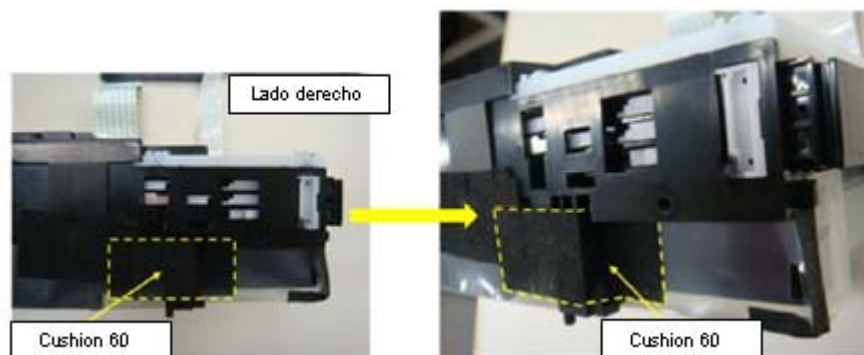

Fig. 3.3
1.2 Tome el cushion y quite la cubierta del adhesivo, enseguida pegue este al mecanismo del CD como lo muestra la Fig. 3.3